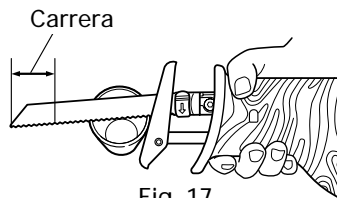

Fig. 17
- Seleccione una hoja de sierra del largo más apropiado. Lo ideal sería que el largo que sobresale de la base de la hoja de sierra después de restar la carrera sea mayor que el del material (consulte las Fig. 17 y 19).